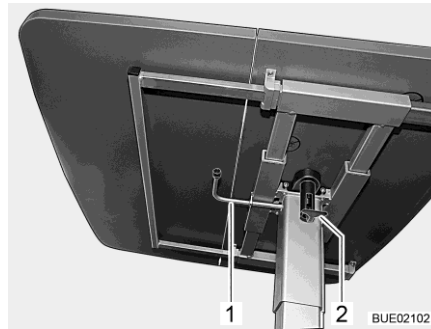

Fig. 125 Tavolo rialzabile
- Tirare verso il basso la leva di serraggio (Fig. 125,2).
- Ruotare la leva (Fig. 125,1) sotto il piano del tavolo di 180° in senso orario. Il meccanismo di sollevamento nel piede del tavolo viene sbloccato.
- Ruotare la leva (Fig. 125,1) sotto il piano del tavolo di 180° in senso orario. Il piano del tavolo va automaticamente verso l'alto fino al fine corsa.